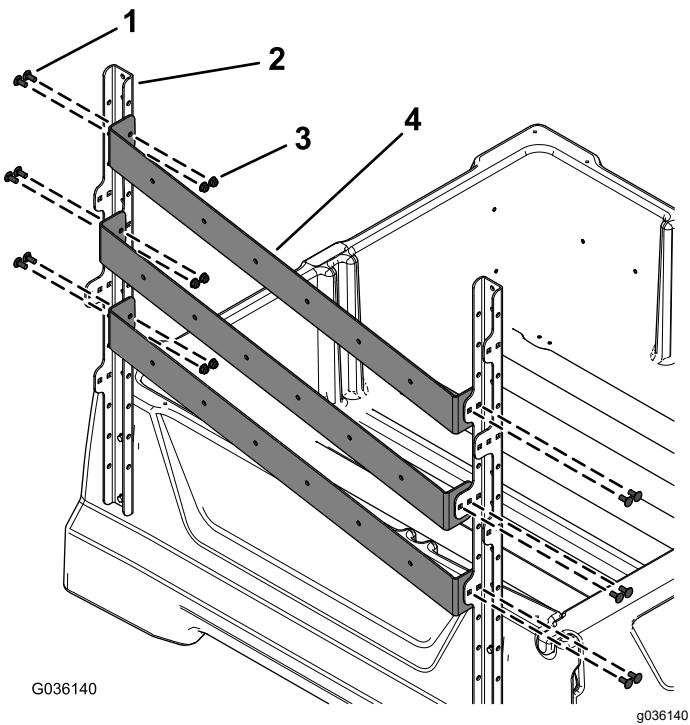

Рисунок 3
2. Установите 3 крепления лопат на боковые вертикальные кронштейны рамы с помощью 12 каретных болтов (5/16 x 3/4 дюйма) и 12 фланцевых гаек (5/16 дюйма), как показано на Рисунок 3.